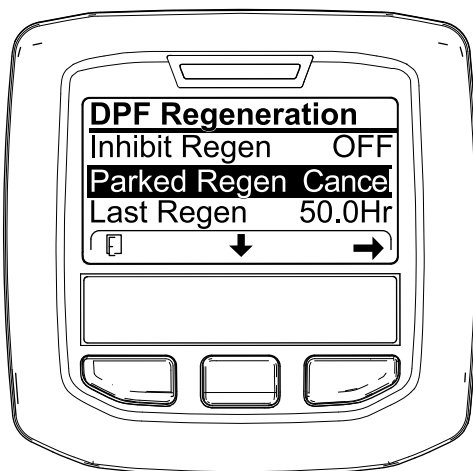

Figura 53
1. Aceda ao menu Regeneração do DPF (Figura 53).
2. Prima o botão central para ir até à opção CANCELAR REGENERAÇÃO EM ESTACIONAMENTO (Figura 53) ou CANCELAR REGENERAÇÃO DE RECUPERAÇÃO (Figura 54).
3. Pressione o botão direito para seleccionar a entrada Cancelar regeneração (Figura 53 ou Figura 54).